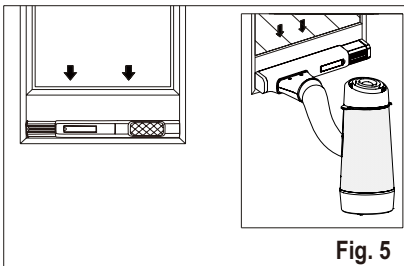

Fig. 5
3. Installer vindueskit på vinduet og før adapter B ind i vindues kit og pakning. (fig. 5 & 6)